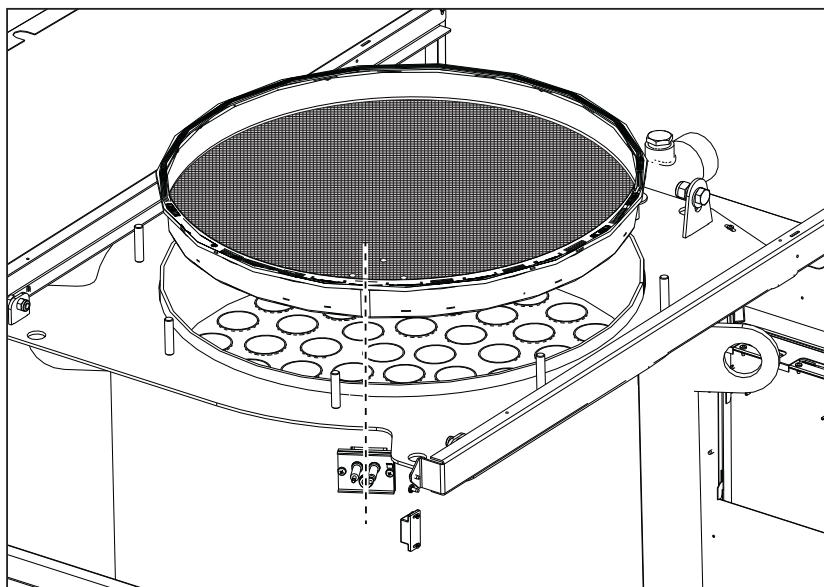

fig. 67 - Allineamento bruciatore
- IMPORTANTE:** dopo aver eseguito la pulizia del bruciatore, assicurarsi di posizionarlo allineando la sal-datura di giunzione della flangia con il centro del foro dello spioncino (vedi fig. 67).